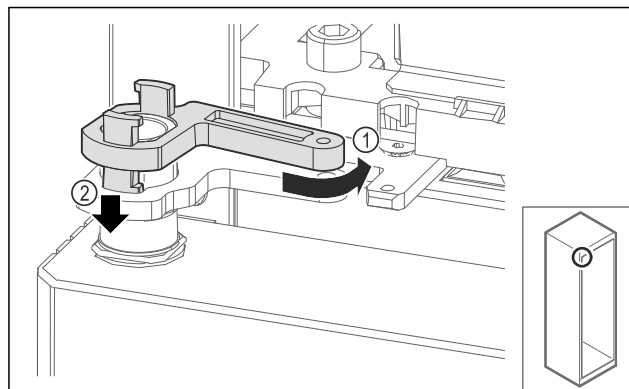

Fig. 67
- Mírně otočte zpět zajištění stojanu ložiska Fig. 67 (1), zatlačte jej dolů Fig. 67 (2) a zajistěte jej v úhelníku závěsu.